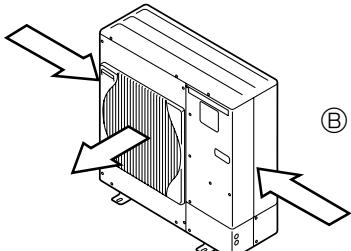

Fig. 2-4
- ③ Plaats het apparaat indien mogelijk zo dat de luchtauitlaat in dezelfde richting blaast als de sezoenwinden. (Fig. 2-4)
④ Windrichting